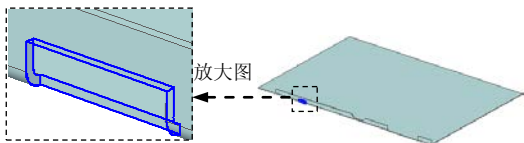
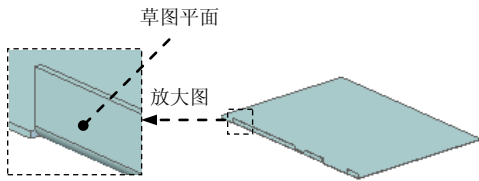
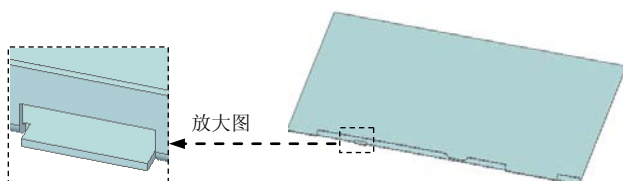

图 8.7.11 除料特征 1
图 8.7.12 定义草图平面
图 8.7.14 平板特征 2
(5) 定义弯边属性及参数。单击“弯边选项”按钮，取消选中 ☐ 使用默认值* 复选框，在其“折弯半径(R)”文本框中输入值 0.5，选中 ☒ 折弯止裂口(E) 复选框和 ☒ 正方形(S) 单选项；取消选中 ☐ 使用默认值(L)* 复选框，在“宽度(W)”文本框中输入值 0.5，单击按钮。
(6) 单击按钮，完成特征的创建。
Step5. 创建图 8.7.11 所示的除料特征 1。
(1) 选择命令。在“主页”功能选项卡“钣金”工具栏中单击按钮，选择除料命令。
(2) 定义特征的截面草图。
① 选取草图平面。在系统的提示下，选取图 8.7.12 所示的模型表面为草图平面。
③ 单击“主页”操控板中的“关闭草图”按钮，退出草图绘制环境。
(3) 定义除料特征属性。在命令条中单击“有限范围”按钮，在“距离:”文本框中输入值 1，并定义其除料方向为 Y 轴正方向（图 8.7.11），单击鼠标左键。
(4) 单击按钮，完成特征的创建。
Step6. 创建图 8.7.14 所示的平板特征 2。